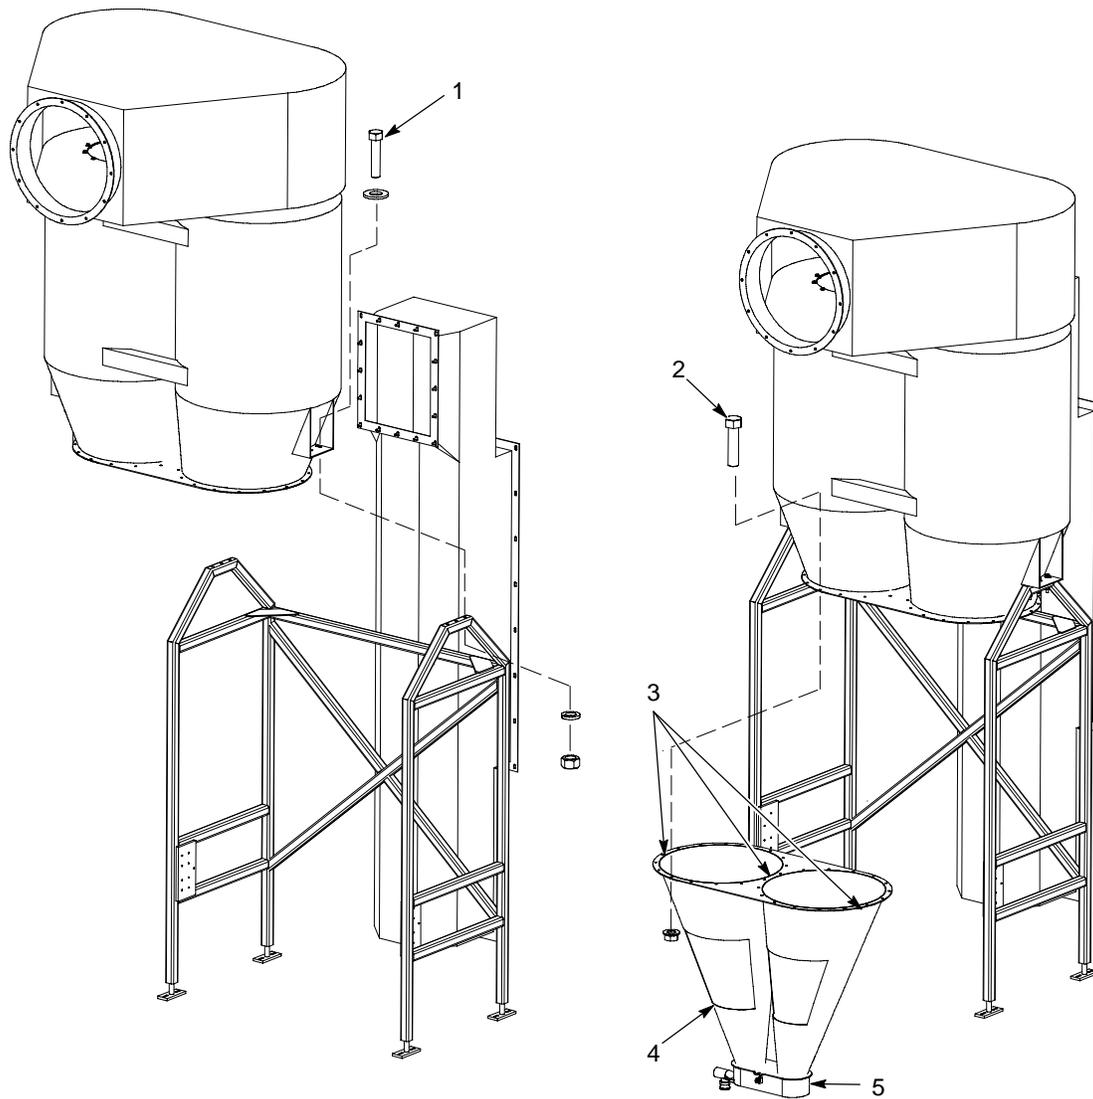

Figura 12 Instalación del ciclón en el soporte e instalación completa del conjunto
4. Ver la figura 12. Instalar el conjunto del banjo/ciclón en el soporte.
5. Fijar el ciclón al soporte con tuercas y tornillos de acero de $\frac{1}{2}$ x 1 pulg. (1). Apretar bien los pernos.
6. Aplicar un cordón de sellante RTV (3) a la brida en la mitad inferior de ciclón.